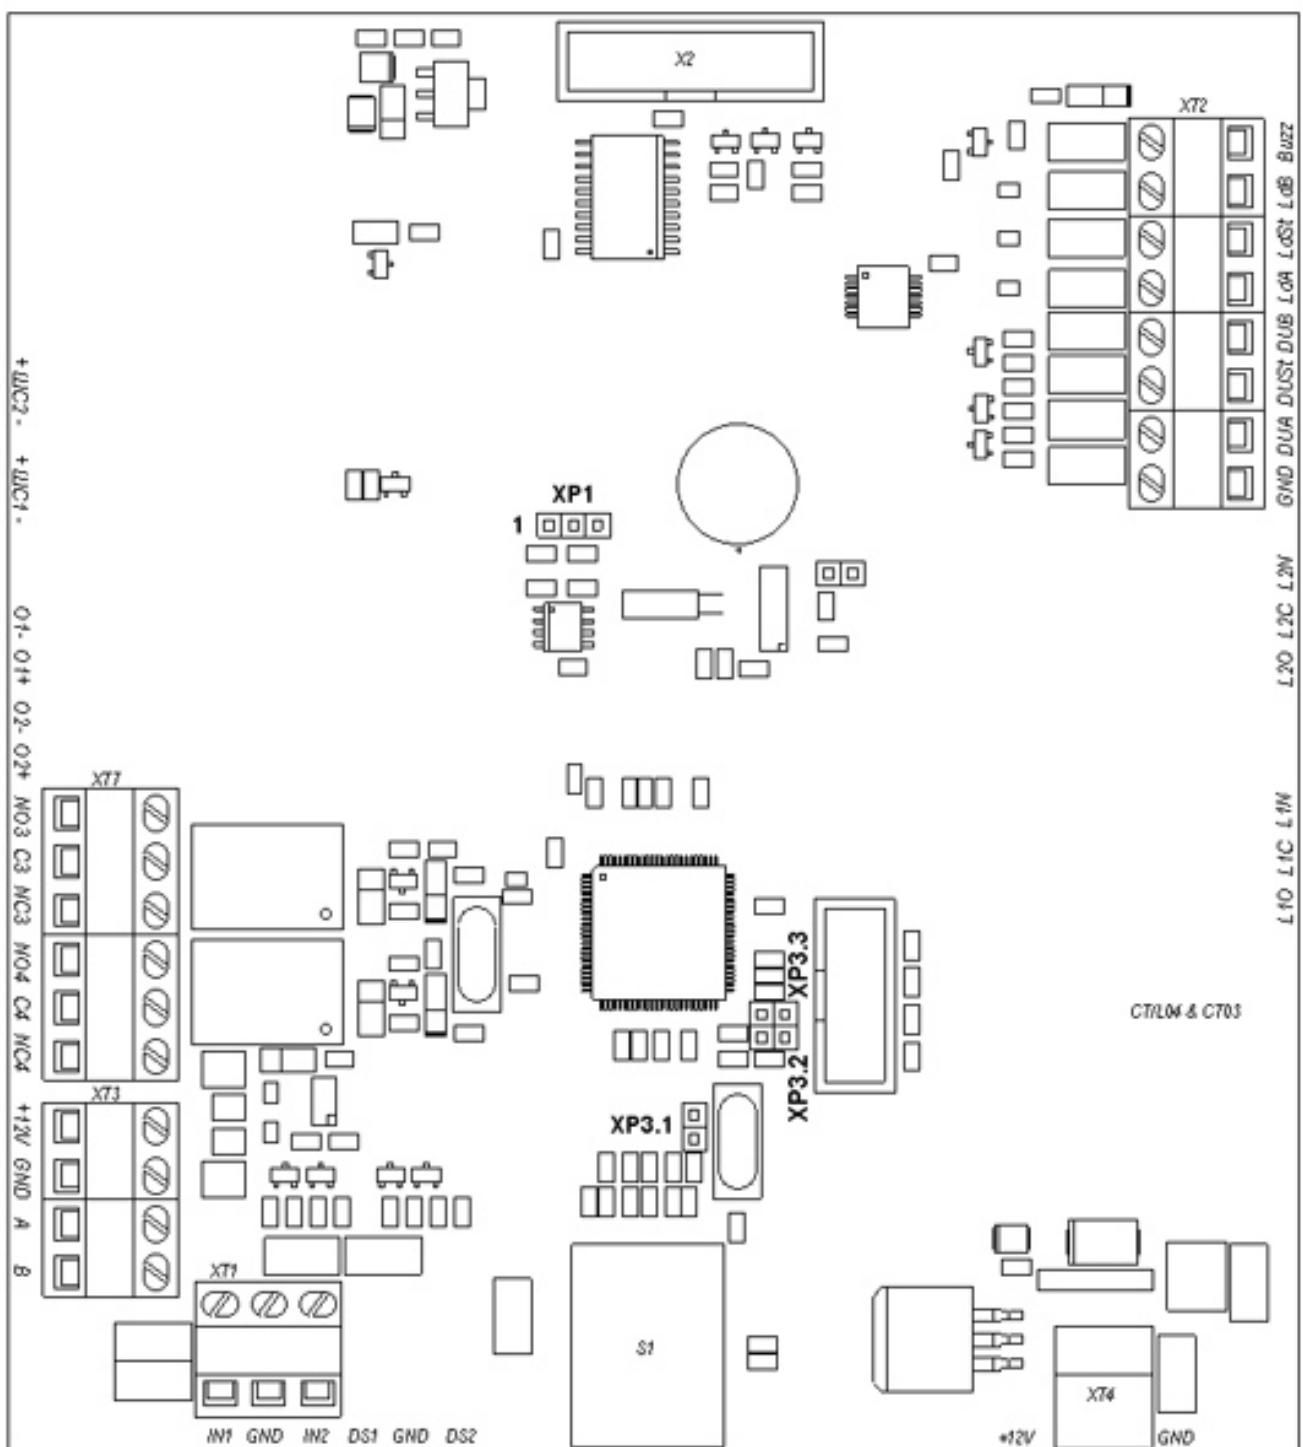

Рисунок 3 – Внешний вид платы контроллера PERCo-CT03
5.2.4 Пульт управления выполнен в виде небольшого настольного прибора в корпусе из ударопрочного АБС пластика и предназначен для задания и индикации режимов работы при ручном управлении KT05.3. Пульт управления подключается к плате *PERCo-СТ03* гибким многожильным кабелем (17) через клеммную колодку "ХТ2" (см. рисунок 3).
На лицевой панели пульта управления расположены три кнопки для задания режимов работы KT05.3. Над кнопками расположены индикаторы. Средняя кнопка *DUST* (далее – кнопка "Запрет прохода") предназначена для переключения KT05.3 в режим "Запрет прохода". Левая и правая кнопки (далее – кнопки "Разрешение прохода") предназначены для разблокировки KT05.3 в выбранном направлении. Изменить ориентацию пульта управления относительно установки стойки KT05.3 (если на месте установки стойка обращена к оператору не лицевой, а тыльной стороной) можно, поменяв местами провода от пульта управления, подключаемые на контакты *DUA* и *DUB*, а также *Led A* и *Led B* соответственно (рисунок 3 и рисунок А.1 Приложения А).
5.2.5 На плате контроллера PERCo-СT03 (рисунок 3) расположены:
5.3.2 Подключение указанных в п. 5.3.1.1 автономных устройств производится с помощью кабелей (17) и (19) к соответствующим клеммным колодкам «XT2» и «XT4» платы PERCo-СТ03 (рисунок 3) в соответствии со схемой подключения (рисунок А.1 Приложения А).